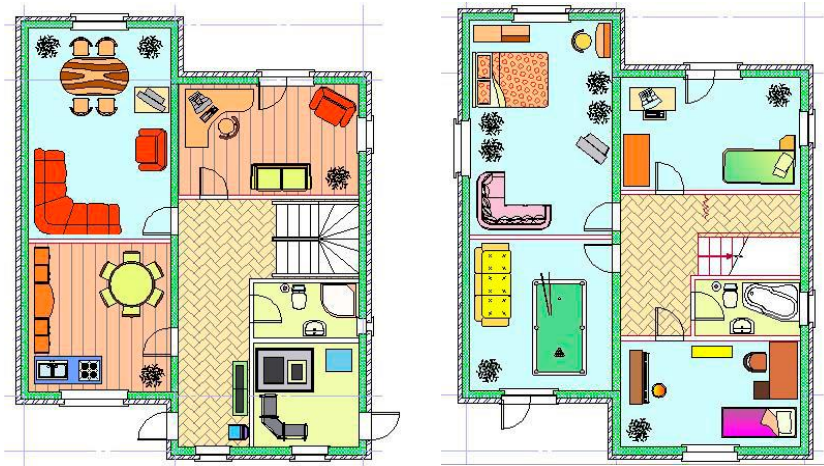

Рис. 10.1
2. На планах поверхів будинку виконати штрихування підлог згідно з рис. 10.1.